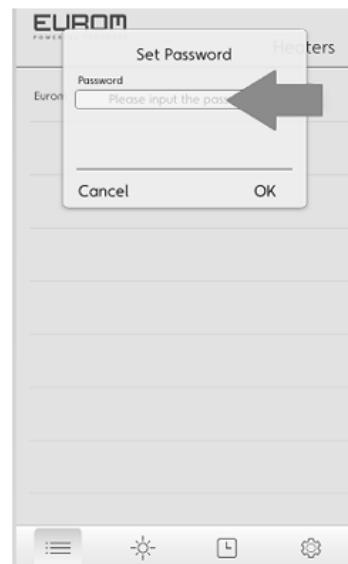

Figure 3
- Bij gebruik voor de eerste keer zal er om een password gevraagd worden, het standaard ingestelde wachtwoord is: 12345678 (Fig. 3). Wanneer het wachtwoord niet wordt geaccepteerd kunt u het wachtwoord resetten naar het standaard wachtwoord door 5 seconden op de resetknop te drukken.